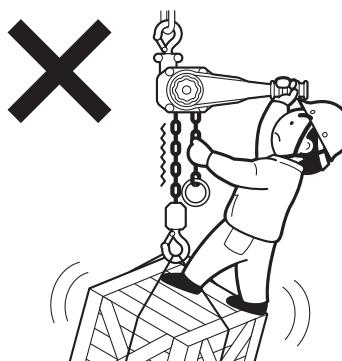

図5
- (7)つった荷には乗らないでください。また、人の乗る用途に絶対に使用しないでください。図5
- (8)つり荷の反転作業は、専門知識のある人以外絶対に行わないでください。
- (9)地球づりしないでください。
- (10)操作中は荷から気をそらさないでください。
- (11)巻上げ過ぎ、巻下げ過ぎはしないでください。
- (12)つり上げた荷を長時間放置しないでください。
- (13)つり上げた荷を短時間保持するときは、必ず切換えつめをUP(巻上げ)の位置にしておいてください。
- (14)フックに荷を掛けるときは、必ずフック中心の正しい位置に掛けるように使用してください。